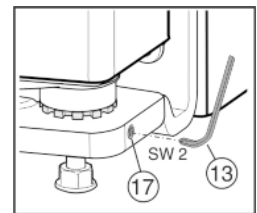

Fig. 17
- ▶ Dévisser un peu la vis sans tête Fig. 17 (17) (maximum un tour !).
- ▶ Resserrer la tige filetée Fig. 17 (17) pour fixer le pivot.